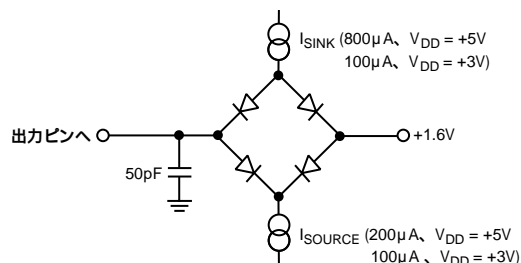

図1 アクセス時間とバス解放時間テスト用の負荷回路
- これらの数値は図1の負荷回路で測定し、出力が V_{OL} または V_{OH} の限度を超えるのに必要な時間として定義されています。
- これらの数値は、図1の回路に負荷を加えたときに、データ出力が0.5V変化するのにかかる測定時間から引き出します。次に、測定した数字を外挿して、50pFコンデンサの充/放電による影響を除去します。つまり、タイミング特性を表す時間は、デバイスの真のバス解放時間であり、外部バス負荷容量の影響を受けていません。